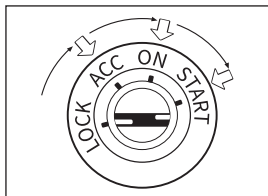

図 3.1.1
1. イグニッションをオフにし、または「LOCK」位置の（0）に置きます。（図 3.1.1 を参照）